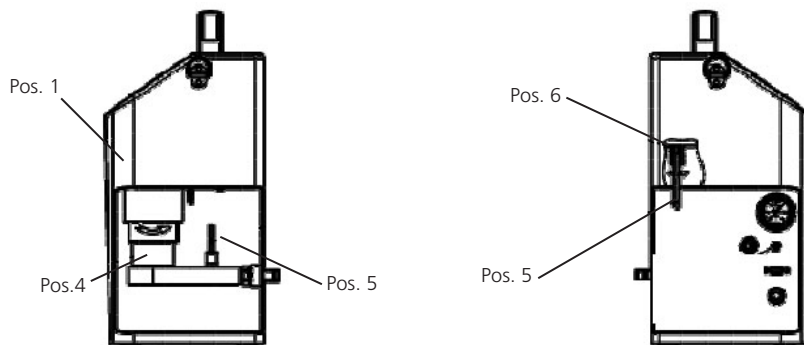

Abb. 2: PODS pro-Ansicht 2
- › Den mitgelieferten Adapter (Pos.4) am Partikelzähler (Pos.1) eindrehen und den Rücklaufschlauch (Pos.5) am Rücklaufanschluss (Pos.6) des Partikelzählers anschließen (siehe Abbildung 2).
- › Das mitgelieferte Datenkabel am Partikelzähler anschließen (siehe Abbildung 2).